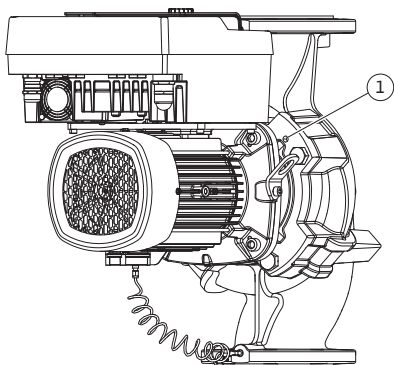
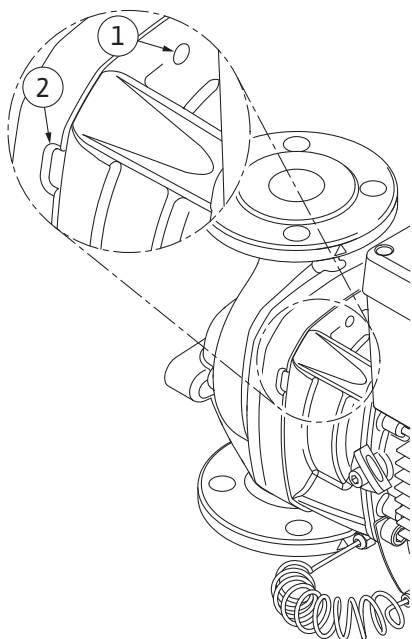

Fig. 104: Siseosakomplekti vajutamine üle keermeavade
Fig. 105: Keermestatud avad ja pilu siseosakomplekti mahasurumiseks pumbakorpuselt
11. Vabastage pölv (Fig. I/III, pos. 10, Fig. II/IV, pos. 29), mis hoiab rõhkude vahe anduri hoideplaati. Tõmmake rõhkude vahe andur (Fig. I, pos 8) koos hoideplaadiga kõrvale ja jätke rõhumõõdetorudele (Fig. I, pos 7) rippuma. Lahutage rõhkude vahe anduri ühenduskaabel elektroonikamoodulilt või vabastage pistikühenduselt ja tõmmake ära.
12. Vabastage pumbatüübil (Fig. III, IV) poldid (pos 29). Kasutage kahte kõrvaleolevat keermeava (Fig. 104, pos 1) ja sobivaid kohapeal olemasolevaid polte (nt M10 x 25 mm). Vajutage siseosakomplekt pumbakorpuselt maha. Kasutage pumbatüübil (Fig. I ja Fig. II) kahte keermeava M10 (vt Fig. 105) ning sobivaid ja kohapeal olemasolevaid polte (nt M10 x 20 mm). Mahasurumiseks saab kasutada ka pilu (Fig. 105, pos 2). Kasutage selleks näiteks kahte kruvitsat kangidena. Pärast umbes 15 mm pikkust mahasurumistekonda ei juhi pumbakorpus enam siseosakomplekti.